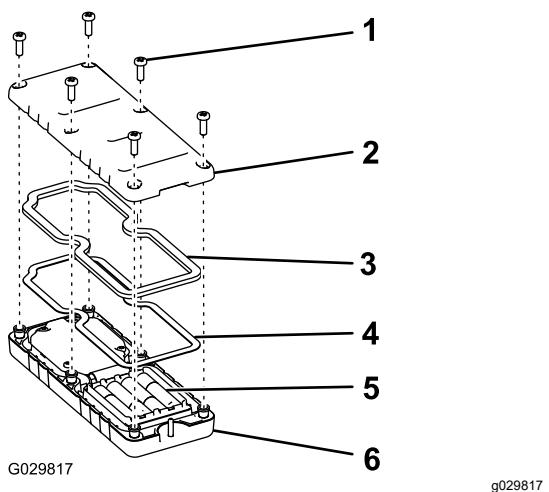

Figura 28
- Retire los 6 tornillos de la parte trasera del control remoto, y retire la tapa (Figura 28).
- Vuelva a colocar la tapa, sujetela con los 6 tornillos que retiró anteriormente (Figura 28) y apriételos a 1.5–1.7 N·m (13–15 pulgadas-libra).